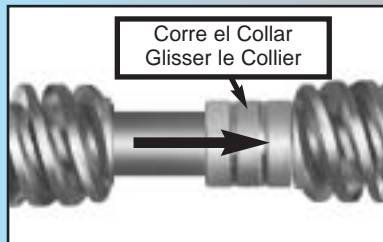

Fig. 1-10
- Resbale el collar hacia la caja de control de manera que cubra ahora los ganchos. **Fig. 1-10.**
- Faire glisser le collier vers la tête motorisée de sorte qu'il recouvre les crochets. **Fig. 1-10.**